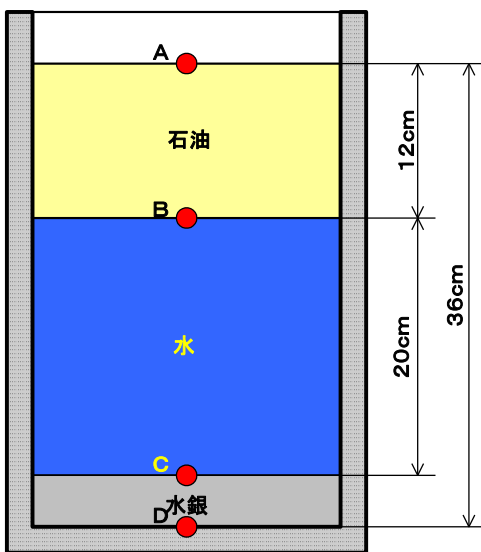

図 3.10 各種液体の圧力
3. 図 3.10 に示すように、AB 間に石油、BC 間に水、CD 間に水銀を入れたタンクがある。各点 A, B, C, D の圧力を、絶対圧力およびゲージ圧力で求めよ。ただし、石油の比重は 0.8、水の比重は 1.0、水銀の比重は 13.6、標準大気圧は 760 mmHg とせよ。